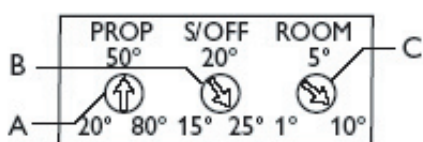

Рис. 6
8. Датчик комнатной температуры воздуха AM100 T3 (опция) устанавливается в помещении, где температура равна средней температуре по дому. Место установки должно быть защищено от сквозняка, прямых солнечных лучей и других источников тепла. Если в помещении, где расположен датчик, установлены радиаторы с термостатами - установите термостаты радиаторов на максимальную температуру. Перед подключением датчика к монтажной панели отсоедините резистор $1,78 \text{ кОм}$ от клемм 4, 5 и установите регулятор С на задней панели контроллера (рис. 6) на 10°C .